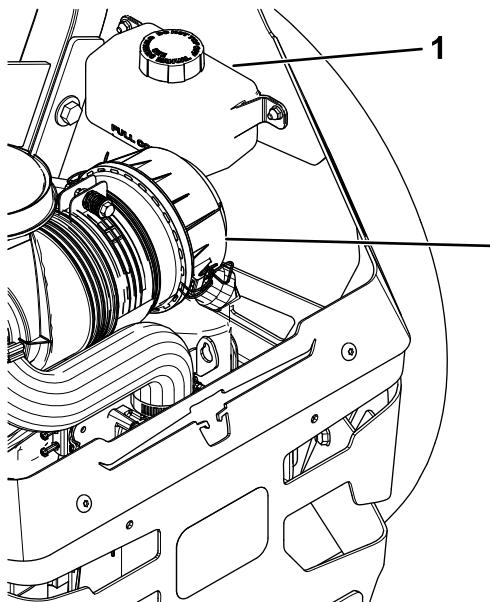

Figura 65
2. Verificai rezervorul de expansiune i, dacă este necesar, adăugai ulei hidraulic Toro® HYPR-OIL™ 500 până la linia COMPLET RECE (Figura 65).